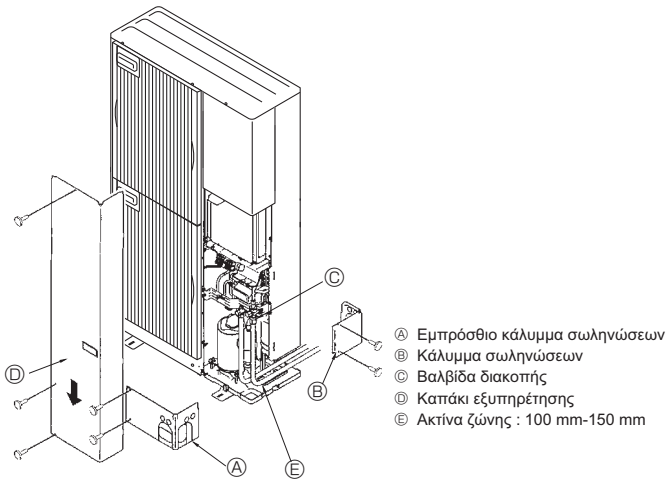

Fig. 4-4
4.3. Σωληνώσεις ψυκτικού υγρού (Fig. 4-4)
- ① Κάντε τις συνδέσεις των σωληνώσεων για την εσωτερική/εξωτερική μονάδα όταν η ανασταλτική βαλβίδα της εξωτερικής μονάδας είναι εντελώς κλειστή.
- ② Κάντε εξερισμό στην εσωτερική μονάδα και στους σωλήνες σύνδεσης.
- ③ Αφού συνδέσετε τους σωλήνες ψυκτικού, ελέγξτε τους συνδεδεμένους σωλήνες και την εσωτερική μονάδα για τυχόν διαρροή αερίου. (Ανατρέξτε στην ενότητα 4.4. Μέθοδος ελέγχου αεροστεγανότητας των σωληνώσεων ψυκτικού.)
- ④ Μια αντλία κενού υψηλής απόδοσης χρησιμοποιείται στη θυρίδα συντήρησης της ανασταλτικής βαλβίδας για τη διατήρηση κενού για αρκετό χρονικό διάστημα (μία ώρα τουλάχιστον αφού η πίεση φτάσει τα -101 kPa (5 Torr)), προκειμένου να πραγματοποιηθεί ξήρανση υπό κενό στο εσωτερικό των σωληνών. Ελέγχετε πάντα το βαθμό κενού στην κάσα του μανομέτρου. Εάν στο σωλήνα εξακολουθεί να υπάρχει υγρασία, ο βαθμός κενού μερικές φορές δεν είναι δυνατό να επιτευχθεί με εφαρμογή κενού για μικρό χρονικό διάστημα. Αφού ολοκληρωθεί η ξήρανση υπό κενό, ανοίξτε τελείως τις ανασταλτικές βαλβίδες (και των υγρών και των αερίων) για την εξωτερική μονάδα. Με αυτόν τον τρόπο γίνεται πλήρης σύνδεση των εσωτερικών και εξωτερικών κυκλωμάτων της ψυκτικής ουσίας.
- ⑤ Χρησιμοποιήστε στεγανωτικό υλικό για να σφραγίσετε τα άκρα της θερμομόνωσης γύρω από τα σημεία σύνδεσης των σωληνών ώστε να μην είναι δυνατή η εισχώρηση νερού στη θερμομόνωση.
4.4. Μέθοδος ελέγχου αεροστεγανότητας του σωληνώσεων ψυκτικού (Fig. 4-4)